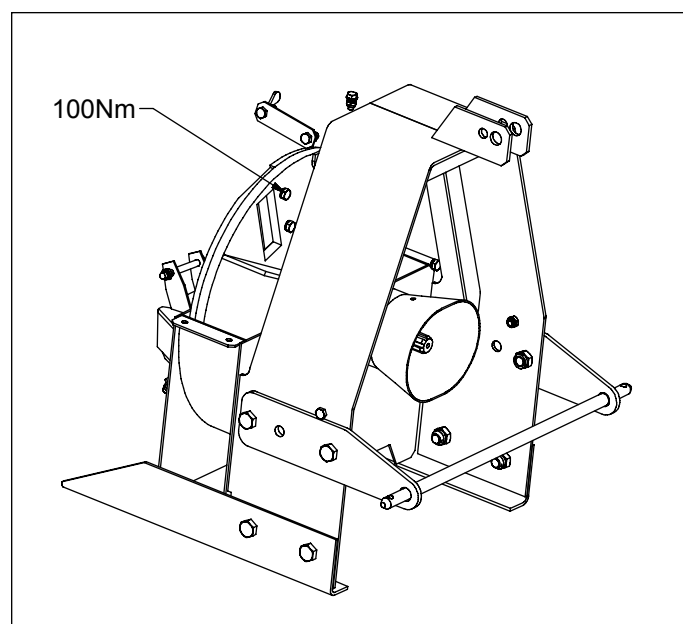

Bild 12. Entfernen der Befestigungsschrauben der Messer
1. Befestigungsschrauben M12 der Messer entfernen. Schraubenschlüssel so halten, dass Ihre Hand nicht gegen die Messer schlägt, falls der Schraubenschlüssel abrutscht, siehe Bild. 12.